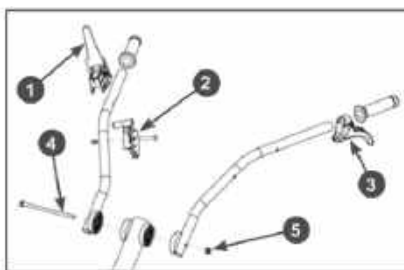

Рис. 6 Установка рукояток управления
- Установите на рукоятки управления рычаг 1 сцепления, рычаг 2 газа и рычаг 3 разблокировки левой полуоси (Рис. 6).
- Установите рукоятки управления на стойку (Рис. 6). Совместите отверстия в рукоятках и стойке, вставьте болт 4 и закрутите гайку 5 крепления рукояток.